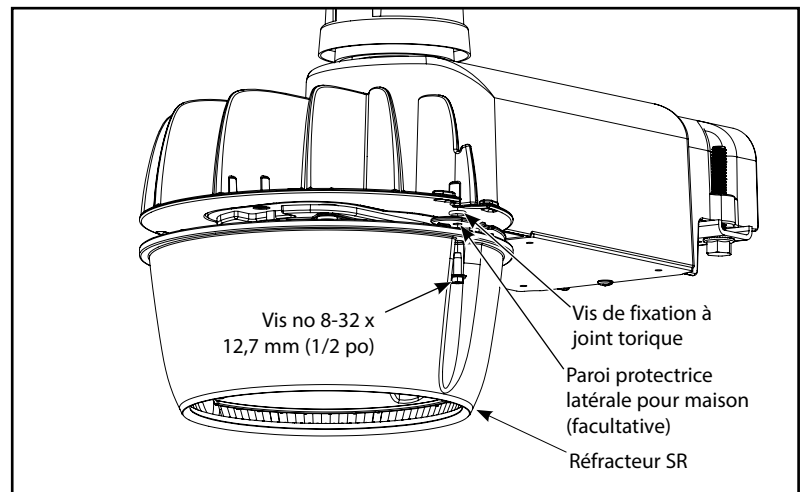

Figure 13.
3. Installez le réfracteur SR dans le boîtier moulé dans les deux emplacements de montage latéral. (Figure 13.)